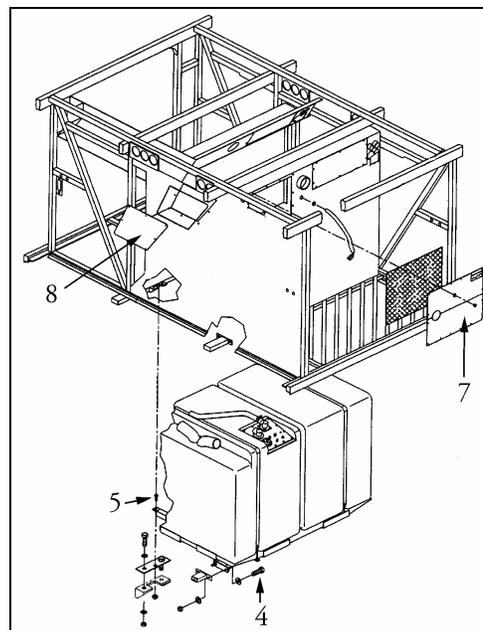

FIGURE 4 : FIXATION DU SUPPORT
2. Ouvrir le compartiment condenseur et enlever le panneau d'accès au réservoir (item 7 figure 4). Le panneau d'accès au réservoir du compartiment à bagages peut aussi être ouvert pour faciliter l'accès aux composants (item 8 figure 4).
7. Le réservoir étant supporté, par le dessous du véhicule, du côté droit, dévisser les 4 boulons (2 à l'avant, 2 à l'arrière) fixant le support du réservoir au châssis (item 4 figure 4).
8. Par le dessous du véhicule, du côté gauche, dévisser les 2 boulons (1 à l'avant, 1 à l'arrière) fixant le support du réservoir au châssis (item 5 figure 4).
14. Abaisser le véhicule. Boulonner le support du réservoir au châssis (figure 4).